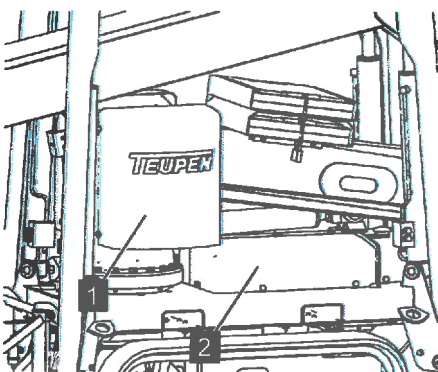

Abb. 80: Abdeckhauben abnehmen
2. Die Rändelkopfschrauben der Abdeckhauben (Abb. 80/1 und 2) lösen und die Abdeckhauben abnehmen.
Unter der Abdeckhaube (Abb. 80/1) befinden sich die Ventile zum Bühnenbetrieb (☞ Kapitel 6.13 „Ventilbelegungen“ auf Seite 95) und unter der Abdeckhaube (Abb. 80/2) die Ventile zum Stützenbetrieb (☞ Kapitel 6.13 „Ventilbelegungen“ auf Seite 95).